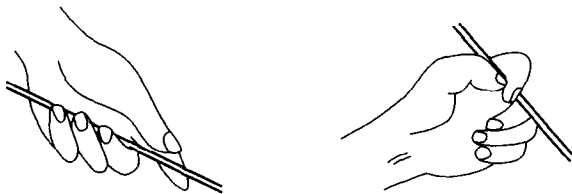

图 1-18 焊锡丝的拿法
2) 焊锡丝的拿法。先将焊锡丝拉直并截成 1/3m 左右的长度,用不拿烙铁的手握住,配合焊接的速度和焊锡丝头部熔化的快慢适当向前送进。焊锡丝的拿法有两种,如图 1-18 所示,操作者可以根据自己的习惯选用。